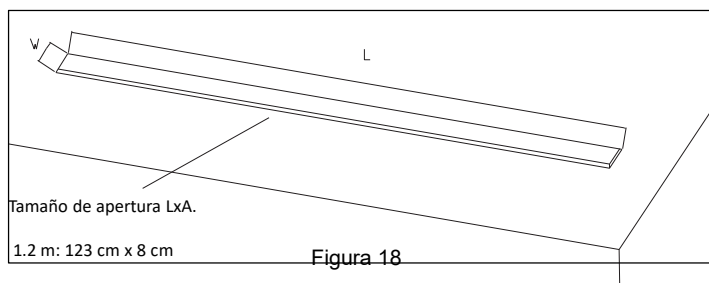

Figura 18
- Corta una abertura en el área en que se instalará la lámpara. **Ver Figura 18.**